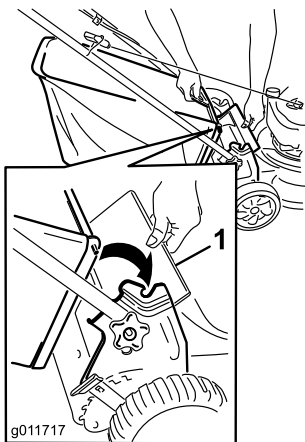

Рисунок 21
1. Поднимите задний отражатель (Рисунок 21).
2. Вставьте ручку мешка для травы в прорези на кронштейнах для ручки (Рисунок 21).